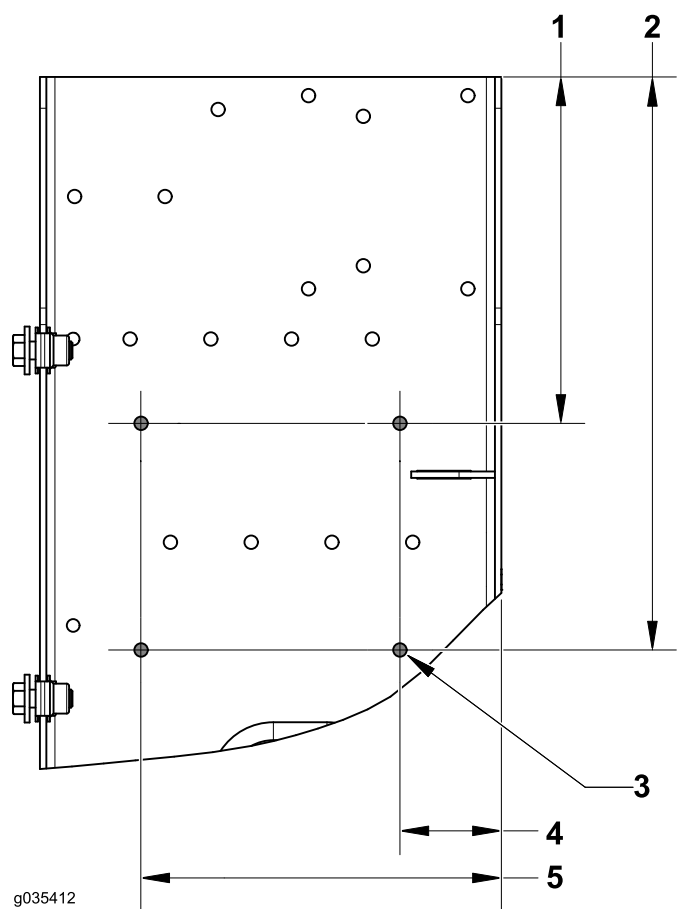

Figura 8
- Individuate e praticate i seguenti fori per il controller (Figura 8).